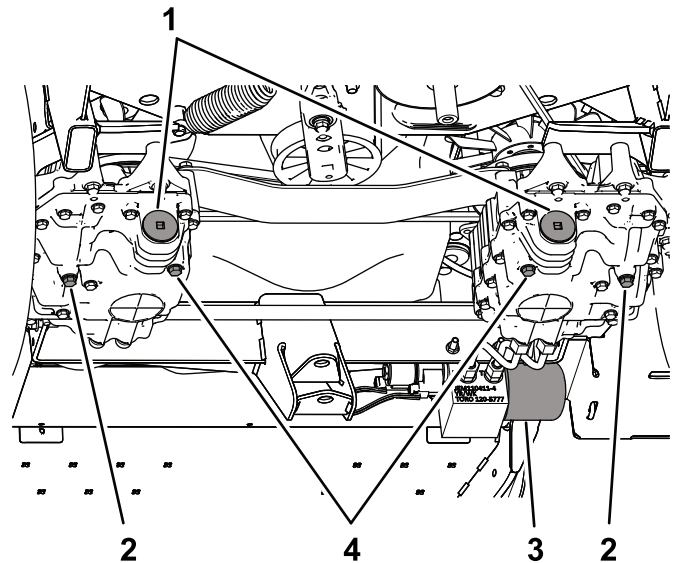

図 69
3. ポンプ側についているドレンプラグ 図 69、を外し、オイルが完全に排出されるのを待つ。